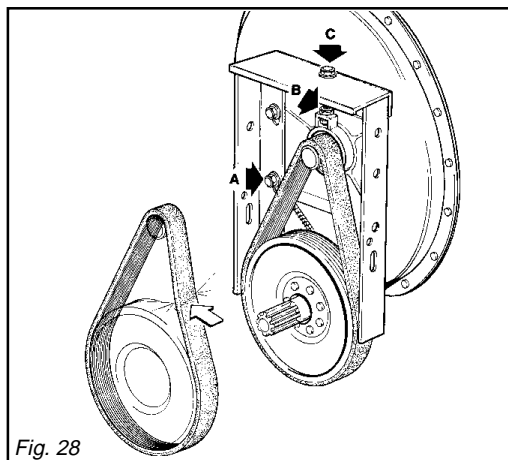

Fig. 28
L'aspiratore (Fig. 28) crea il vuoto ed è collegato mediante apposite tubazioni ai distributori dei semi.
The fan (fig.28) creates a vacuum and is connected by means of the special pipes to the seed distributor.
Das Gebläse (Abb. 28) schafft ein Vakuum und ist durch dazu bestimmte Leitungen mit den Säapparaten
L'aspirateur (Figure 28) produit le vide et est relié aux distributeurs de graines par des tuyaux spéciaux.
El aspirador (Fig. 28) crea el vacío y está conectado mediante tubos al efecto a los distribuidores de semillas.
- Allentare le viti (A Fig. 28);
- Allentare il dado (B Fig. 28);
- Loosen the bolts (A fig.28) ;
- Loosen the nut (B fig.28);
- Die Schrauben (A Abb. 28) aufschrauben;
- Die Mutter (B Abb. 28) aufschrauben;
- Desserrer les vis (A Figure 28);
- Desserrer l'écrou (B Figure 28);
- Aflojar los tornillos (A Fig. 28).
- Aflojar la tuerca (B Fig. 28).